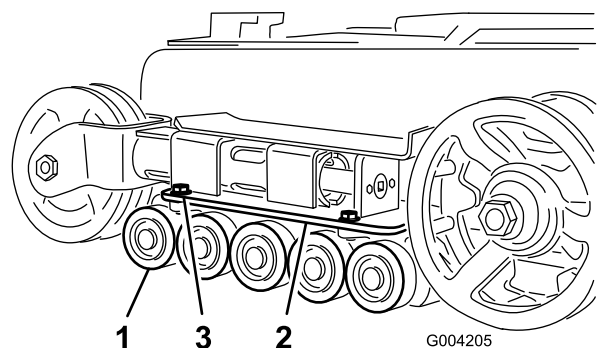

Bild 45
2. Nehmen Sie die vier Schrauben ab, mit denen die untere Kettenführung (die die Straßenräder enthält) befestigt ist, und nehmen Sie diese ab (Bild 45).